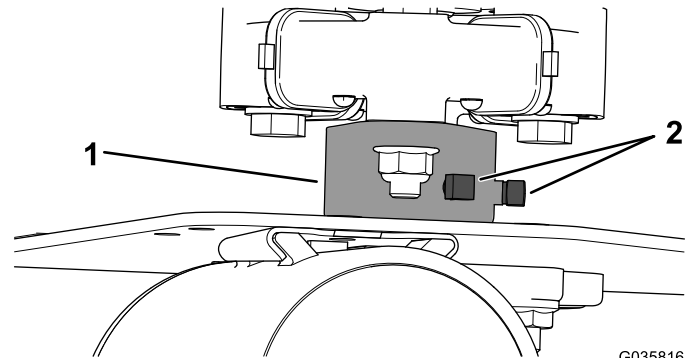

Bild 1
1. Lösen Sie die zwei Stellschrauben an der Nabe der Hydraulikpumpe (Bild 1).